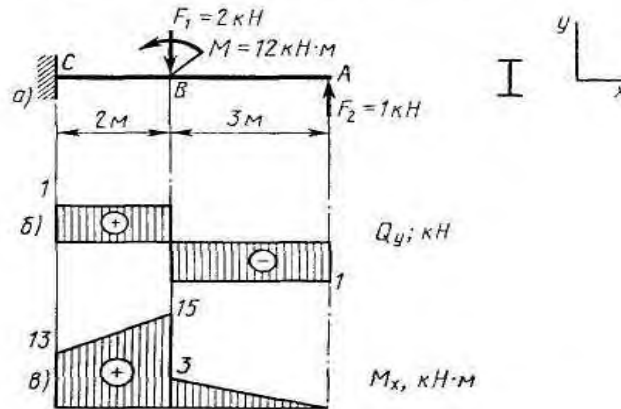

Рис. 1
Решение. 1. Делим балку на участки по характерным сечениям  $A, B, C$  (рис. 1,  $a$ ).
2. Определяем значения поперечной силы  $Q_y$  в характерных сечениях и строим эпюру (рис. 1,  $b$ ):
3. Определяем значения изгибающего момента  $M_x$  в характерных сечениях и строим эпюру (рис. 1,  $в$ ):
4. Исходя из эпюры  $M_x$  (рис. 1,  $в$ )